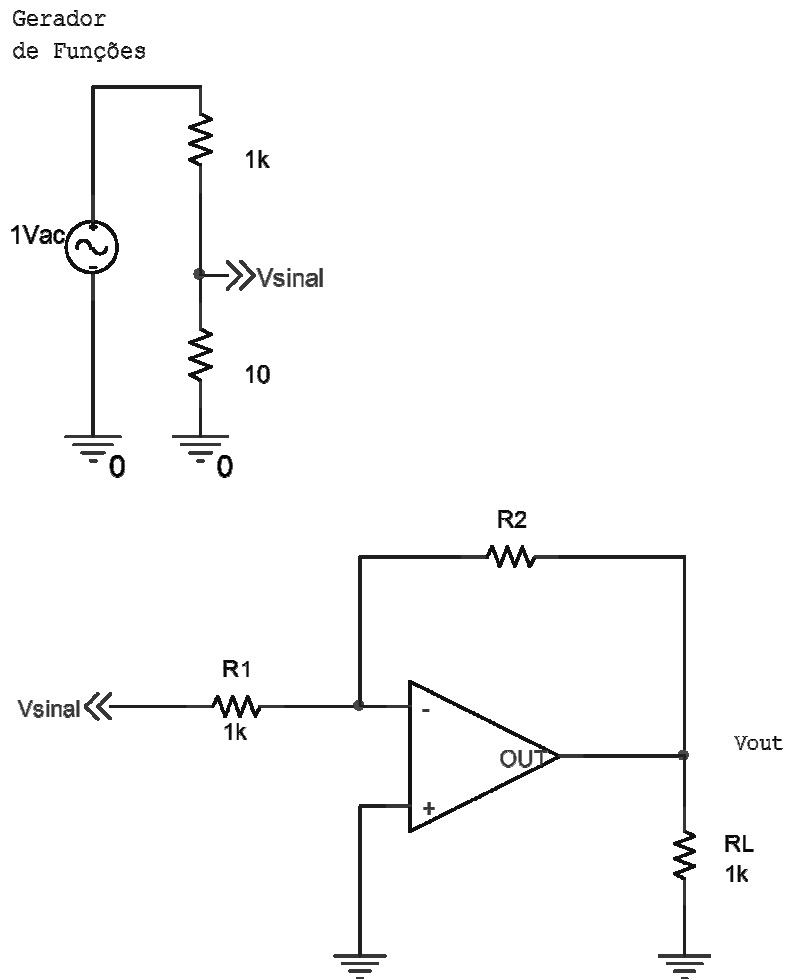

Figura 2: Circuito para a Medição da Resposta de Frequência
- Para a geração de sinais de baixa amplitude, na ordem de mili Volts, utilize o divisor resistivo conforme ilustrado na Figura 2.
2.1. Para a verificação da resposta de frequência, monte o circuito da Figura 2.